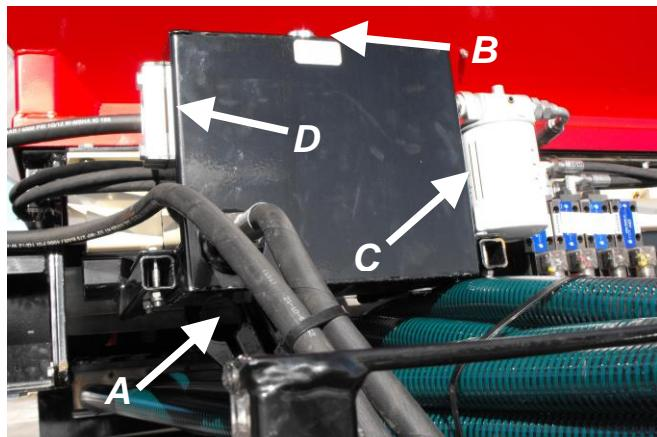

Figure 23A
- ☞ Réservoir d'huile [Figure 23A] du système d'entrainement utilise de l'huile Dextron III. Contenance 8 litres.
Changer l'huile et le filtre du petit réservoir [figure 23A] du système de distribution au début de chaque saison des semis ou d'application. Les changements de température durant la saison morte provoquent de la condensation sur les parois de la transmission, réduisant ainsi l'efficacité de la lubrification.
Pour vidanger l'huile, enlevez le bouchon de vidange [figure 23A, **A**] au bas du réservoir. Pour faciliter l'écoulement, enlevez le bouchon de remplissage [figure 23A, **B**] et le filtre [figure 23A, **C**]. Réinstallez le bouchon de vidange et un nouveau filtre, puis remplissez le réservoir avec de l'huile Dextron III jusqu'au niveau recommandé, environ 8 litres. Une fenêtre indique le niveau d'huile à froid [figure 23A, **D**]. Vérifiez le niveau d'huile à tous les jours, remplir au besoin.